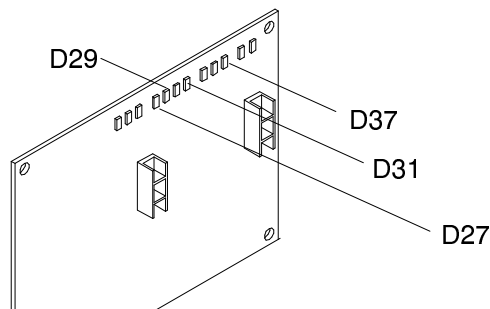

Fig. 24
c) Si le led D37 ne s'allume pas, mais le led D27 (correspondant au micro de la poignée droite) et le led correspondant au bouton-poussoir pressé de la boîte à boutons gauche: D29 ou D30 ou D31) s'allument régulièrement, vérifier et éventuellement remplacer le fusibles 1A (code 02008816, tav. 8) et en cas extrême le circuit imprimé (code 02E03947, tav. 8). Si les leds D29, D30, DL31 et D27 ne s'allument pas régulièrement, vérifier le câblage des micro-interrupteurs des boutons-poussoir au circuit imprimé aussi que les micro-interrupteurs (code 02E03927, tav. 2). Si le led D37 autant que les leds D29, D30, D31 et D27 ne s'allument pas, remplacer le relais de sécurité (code 02E04017, tav. 8) (Fig. 24).
d) Si le led D37 ne s'allume pas, mais les leds D27 et D31 s'allument régulièrement, vérifier et éventuellement remplacer les fusibles 1A (cod. 02008816, tav. 8) et en cas extrême le circuit imprimé (code 02E03947, tav. 8). Si les leds D31 et D27 ne s'allument pas régulièrement, vérifier le câblage des micro-interrupteurs des boutons-poussoir au circuit imprimé aussi que les micro-interrupteurs (cod. 02E03927, tav. 2). Si le led D37 autant que les leds D31 et D27 ne s'allument pas, remplacer le relais de sécurité (cod. 02E04017, tav. 8) (Fig. 24).